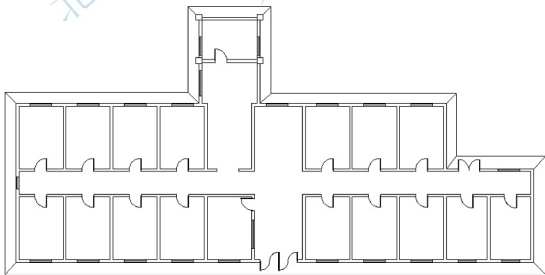

图 2.99 形成所有门窗
(5) 用前面已经学过的【阵列】、【复制】和【镜像】命令，将绘制出的门窗复制到其他洞口内并修改门扇的开启方向，结果如图 2.99 所示。